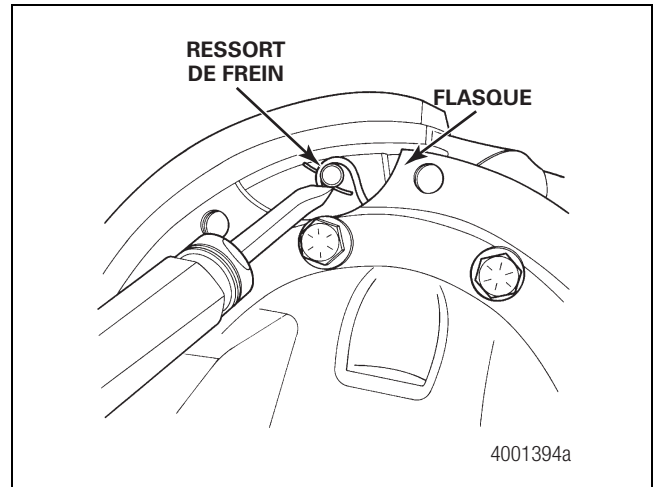

Figure 3.24
6. Décrocher le ressort des segments de frein. Figure 3.24.